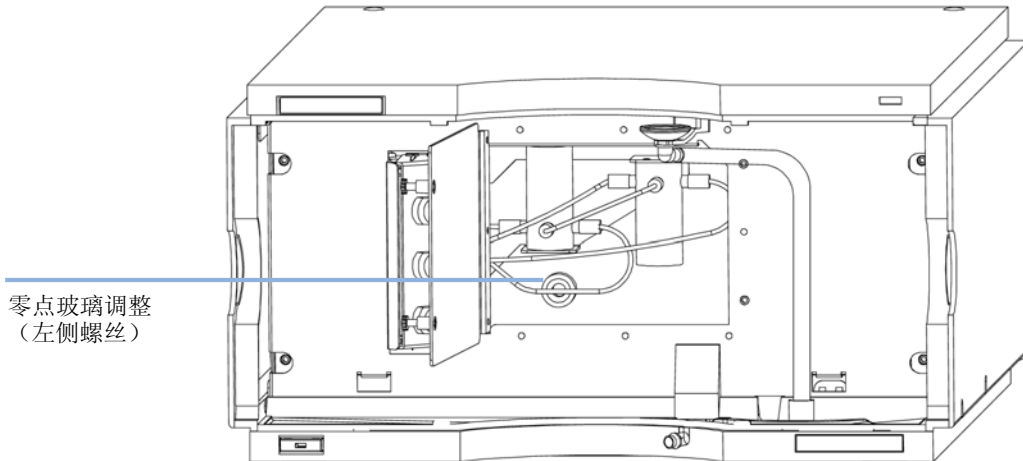

图 33 旋动零点玻璃调整螺丝
- a 在监视光平衡时，使用平头螺丝刀慢慢转动零位玻璃调整螺丝（请参见“第 109 页的图 33”）。